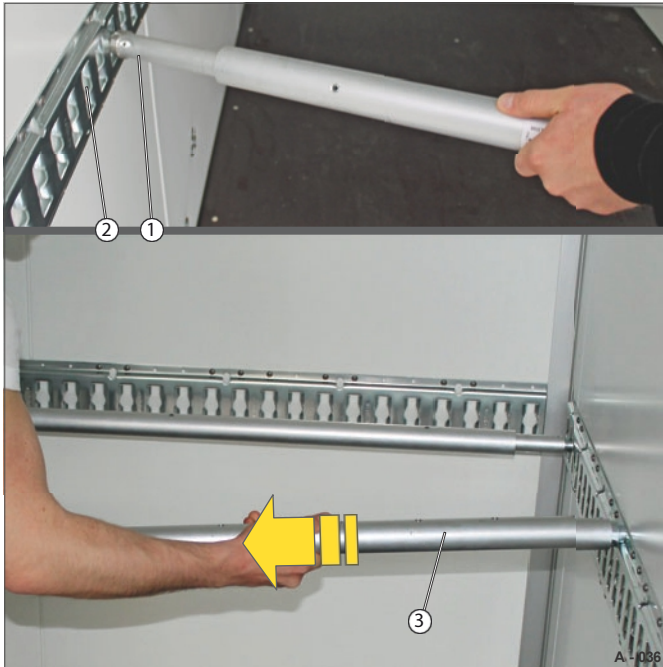

Fig. 36 Placering af låsestangen
- Sæt teleskopendestykkets endestift (Fig. 36/1) ind iurringsskinnen (Fig. 36/2).
- Tryk låsestangen (fig. 36/3) sammen.